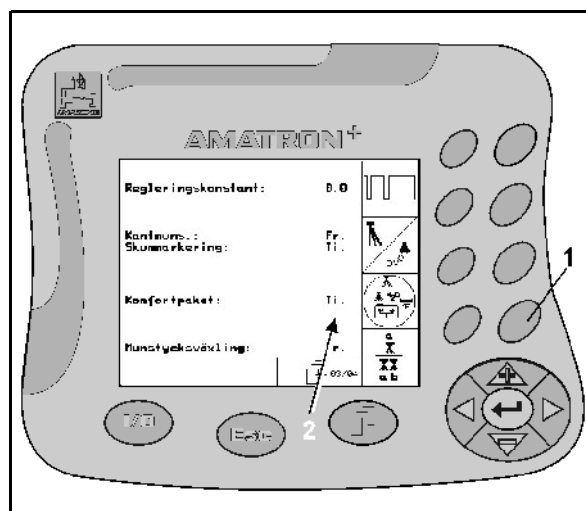

Fig. 99
1. Påverka funktionsknappen (Fig. 99/1) en gång.
→ I displayen visas in (Fig. 99/2) om funktionen "Komfortpaket" är inkopplad.
2. Påverka funktionsknappen (Fig. 99/1) en gång till.